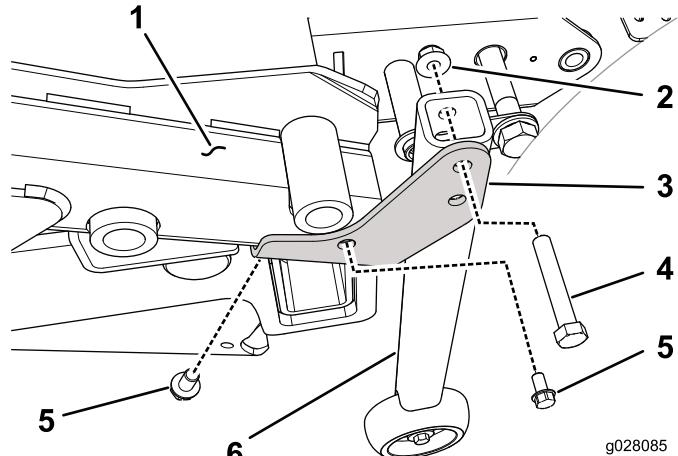

Figure 33
3. Pour les groupes de déplacement dont le numéro de série est postérieur à 313000001, fixez un support de conversion (droit ou gauche) à la face inférieure du coin arrière approprié du cadre du plateau au moyen d'une vis autotaraudeuse (3/8 x 5/8 po) (Figure 33).
4. Fixez le support de tube vertical au support de conversion (droit ou gauche) à chaque coin du cadre du plateau au moyen d'une vis (3/8 x 2-1/4 po) et d'un écrou à embase (3/8 po) (Figure 33).